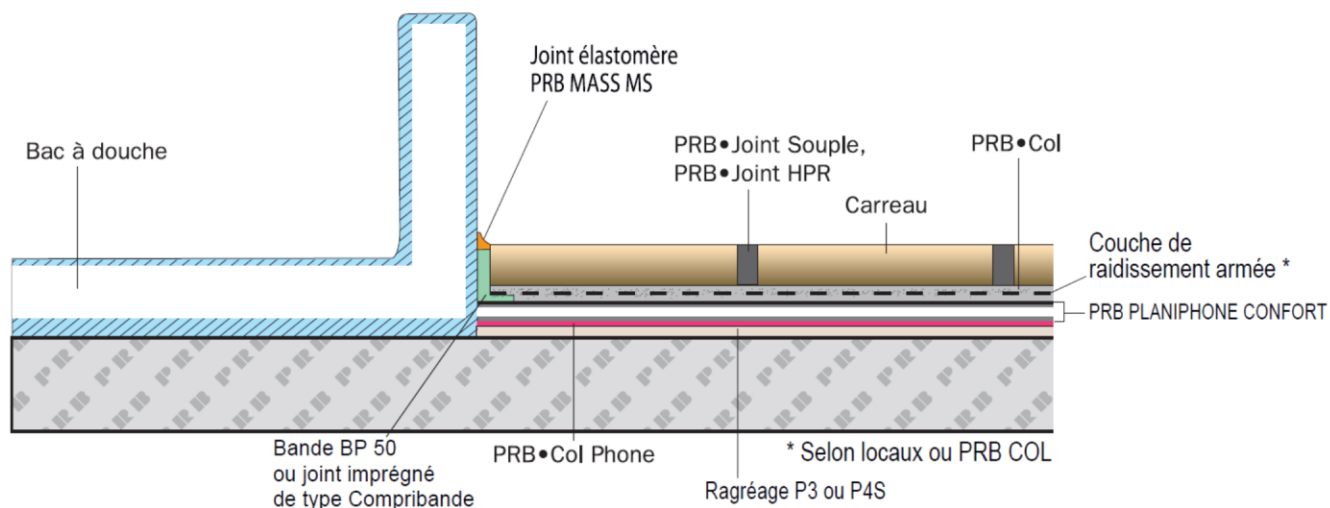

Figure 2 – Traitement d'un raccord avec bac à douche sur support maçonné
- soit surélevés : une désolidarisation est alors réalisée le long du socle comme en rives si une plinthe est prévue à l'aide de PRB MASS MS. Sinon, un joint mastic sanitaire conforme à la norme NF EN 15651-3 est réalisé entre le carrelage fini et le socle (cf. figure 2).
2.4.3.3. Jonction système PLANIPHONE CONFORT avec bac à douche (fig. 2)